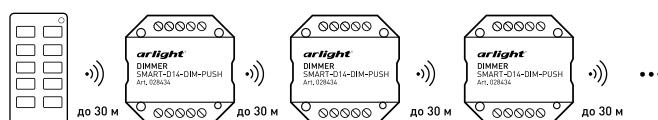

Рисунок 5. Ретрансляция сигнала от пульта ДУ
- 3.10. Все диммеры автоматически транслируют сигнал от пульта ДУ или панели управления (рисунок 5). Расстояние между диммерами на открытом пространстве может достигать 30 м.